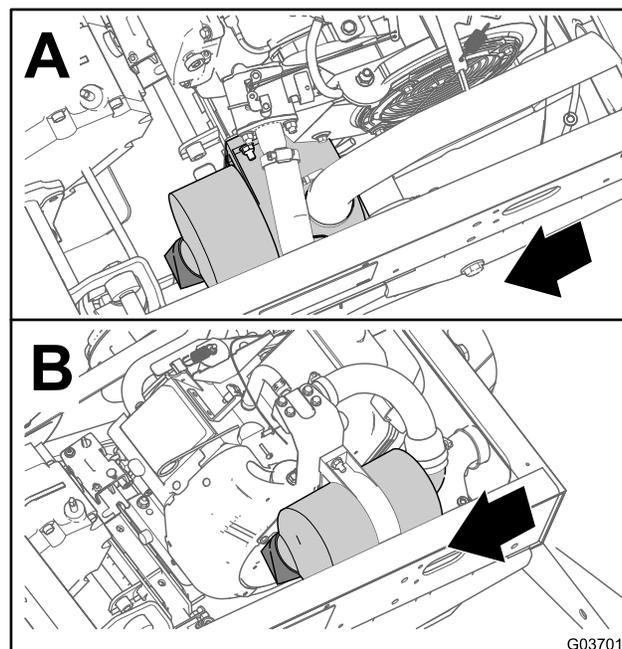
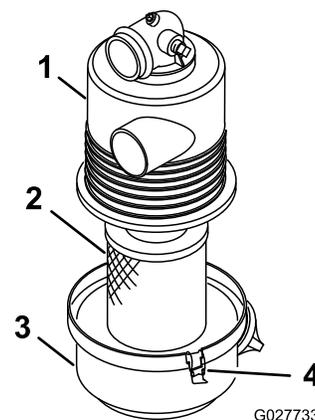

Figura 36
Figura 37
2. Controllate il corpo del filtro dell'aria per escludere eventuali danni che possano causare una perdita d'aria (Figura 36 e Figura 37).
3. Rilasciate i fermi che fissano il coperchio del filtro dell'aria al relativo alloggiamento (Figura 37).
4. Separate il coperchio del filtro dell'aria dal relativo alloggiamento e pulite l'interno del coperchio (Figura 37).
3. Inserite l'elemento del filtro dell'aria nel relativo alloggiamento (Figura 37).
4. Allineate il coperchio del filtro dell'aria con il relativo alloggiamento (Figura 37).
5. Bloccate il coperchio sull'alloggiamento con i fermi (Figura 37).